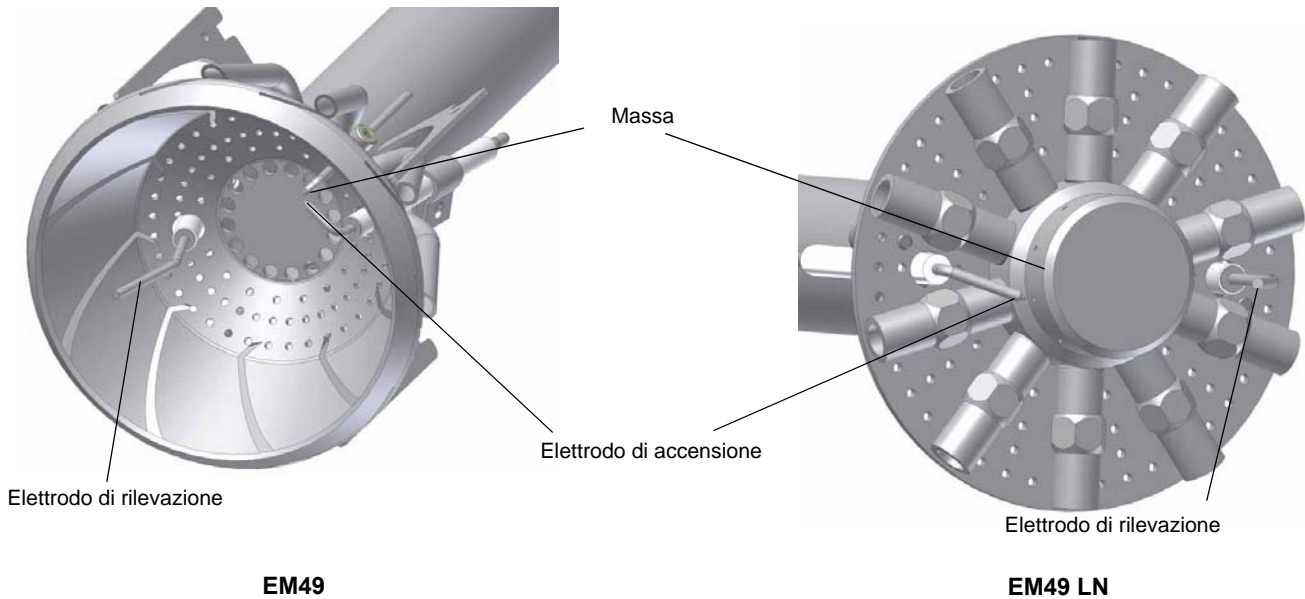
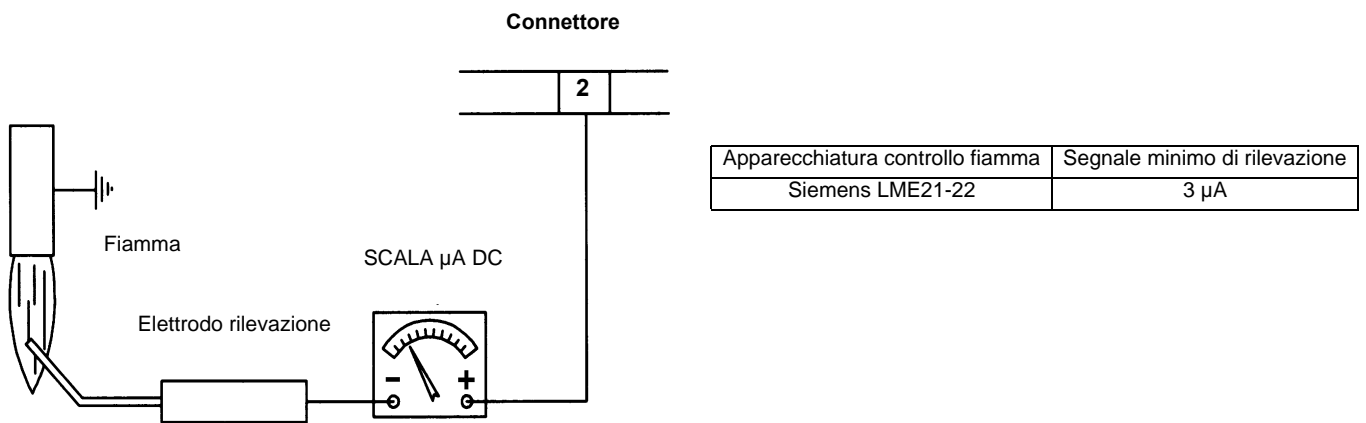

Fig. 53
Fig. 54
- Esame elettrodi di accensione e di rilevazione, pulizia, eventuale registrazione e se necessario sostituzione (vedi Fig. 53). In caso di dubbio verificare il circuito di rilevazione, dopo aver rimesso in funzione il bruciatore, seguendo lo schema in Fig. 54.
**ATTENZIONE:** per non compromettere il funzionamento del bruciatore, evitare il contatto degli elettrodi di accensione e rilevazione con parti metalliche (testa, boccaglio, ecc). Controllare la posizione degli elettrodi dopo ogni intervento di manutenzione sulla testa di combustione. Controllare che la distanza tra l'elettrodo di accensione e la massa sia di **4÷5 mm**. (vedi Fig. 53).
Nel caso in cui il bruciatore vada in blocco, eseguire i seguenti controlli. Per misurare il segnale di rilevazione seguire lo schema in Fig. 54. Se il segnale è inferiore al valore indicato, verificare la posizione dell'elettrodo di rilevazione, i contatti elettrici ed eventualmente sostituire l'elettrodo di rilevazione.